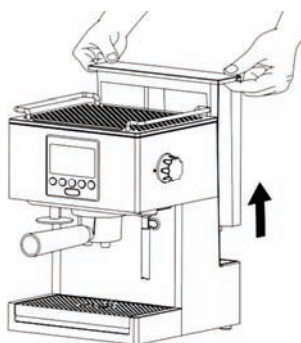

Рис. 1
- Вытяни накопитель на воду (1) дёргая его вверх (Рис. 1).